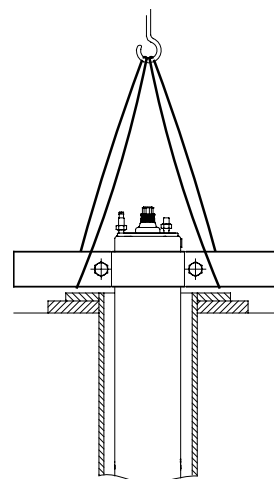

Fig. 18 Motor i vertikal position
2. Placera motorn i vertikalt läge vid borrhålstätningen, se fig. 18.